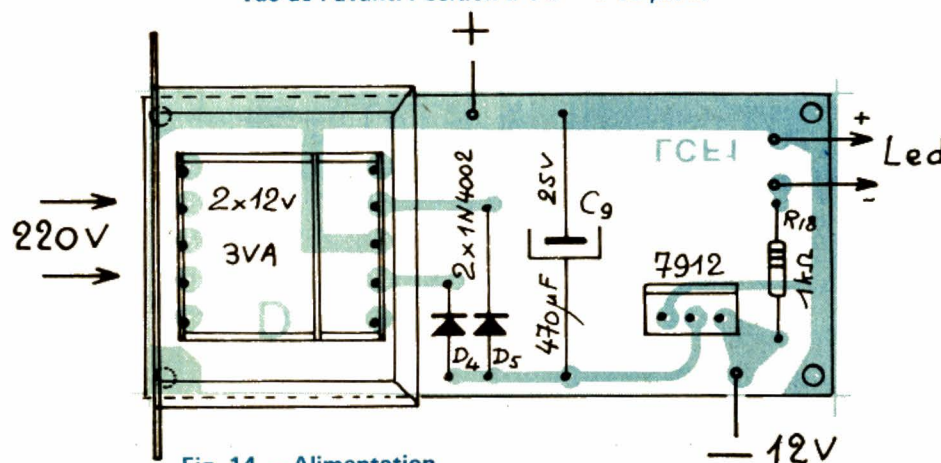

Fig. 14. — Alimentation.
d) **Circuit D.** Voir figure 14. C'est enfantin et nous n'insistons pas ! Par contre on évitera de relier l'alimentation et le circuit A dans le mauvais sens.